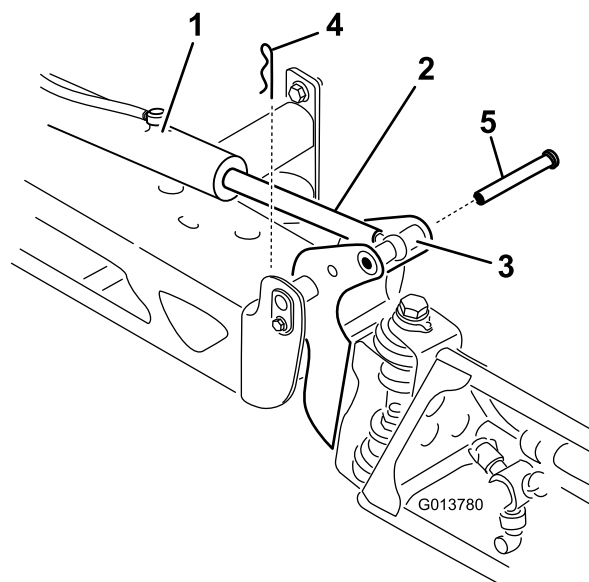

Figure 96
2. Retirez la goupille fendue de l'axe de pivotement (Figure 96).
3. Élevez la rampe, retirez l'axe et abaissez lentement la rampe au sol (Figure 96).
8. Tout en maintenant la rampe, insérez l'axe dans le pivot de rampe et la tige de vérin (Figure 96).